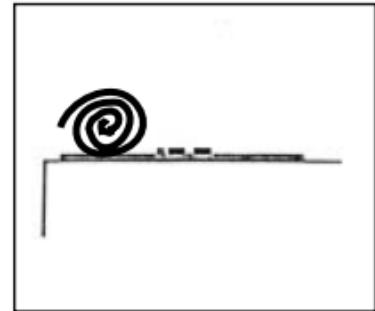

Fig. 7: Spesso materia-le per tappeti per assorbire il suono
- smorzare il rumore con l'aiuto di materiale spesso per tappeti inserito tra microfono e fonte sonora disturbante (vedi fig. 7).